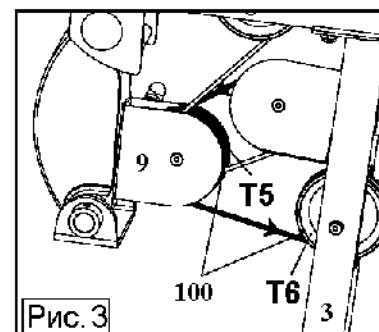

Рис.3
3. См. рис. 3. Протяните трос вокруг **шкива T5** (расположен справа), закреплённого на **опоре (9)**. **Затяните крепёж.**